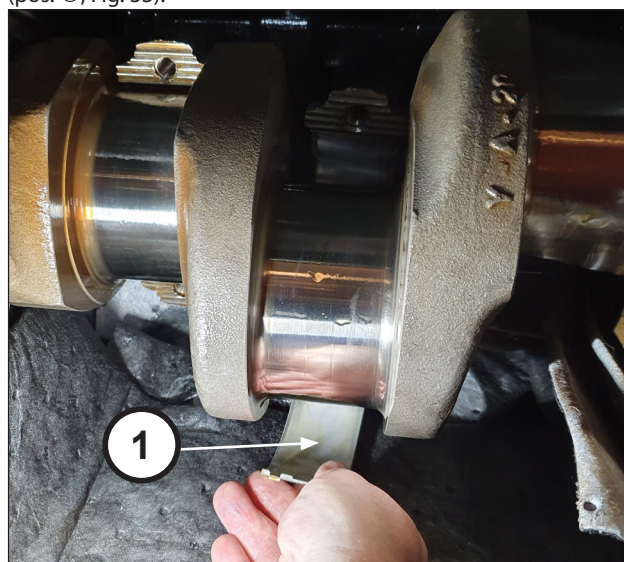

Fig. 33
Solte os três semi-rolamentos superiores das semi-bielas (pos. ①, Fig. 33).